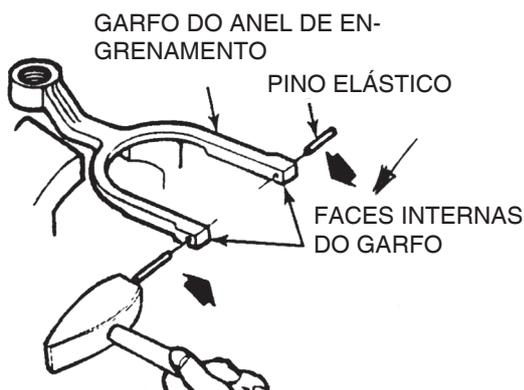

Figura 133
1. Nos modelos de diferenciais com garfo do anel de travamento com pinos elásticos, instale dois pinos elásticos nas extremidades do garfo. Introduza os pinos até os mesmos estarem faceando com o lado interno do garfo. Figura 133. Não instale os pinos em sua posição final neste momento.